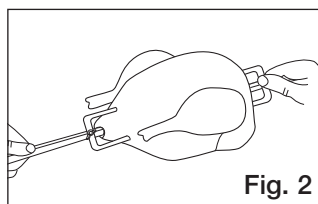

Fig. 2
2. Introduisez une fourchette à chaque bout de la broche et insérez-les dans le poulet à l'angle voulu (Fig.2).